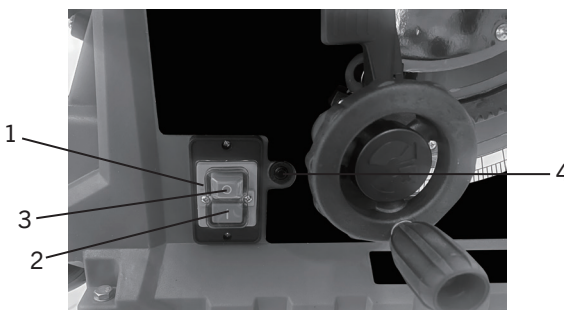

FIG. 4
L'interrupteur marche/arrêt (1) (Fig. 4) est situé à l'avant de la scie circulaire. Appuyez sur le bouton vert (2) pour allumer la scie circulaire et sur le bouton rouge (3) pour l'éteindre. Cette scie circulaire est munie d'un interrupteur de sécurité électromécanique avec coupure de tension. En cas de panne de courant, la scie circulaire devra être redémarrée à l'aide de cet interrupteur.
Cette scie circulaire est équipée d'un bouton de réinitialisation en cas de surcharge (4) (Fig. 4) (au-dessus de l'interrupteur marche/arrêt). Un mécanisme de sécurité arrête automatiquement le moteur en cas de surchauffe ou de basse tension. Laissez la scie refroidir ou branchez-la sur une prise d'alimentation suffisamment alimentée, puis appuyez sur le bouton de réinitialisation pour redémarrer la scie circulaire. Si la scie circulaire ne redémarre pas, attendez 5 minutes avant de tenter de la redémarrer.